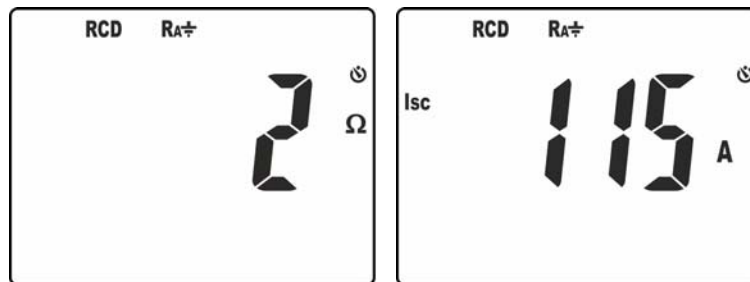

Abb. 22: Ergebnisse der Messung des Gesamterdungswiderstands
9. In der Bildschirmseite in der Abb. 22 – linke Seite, ist der Wert des Schleifenimpedanz angegeben. Drücken Sie die Tasten / oder  zur Anzeige des Werts des voraussichtlichen Kurzschlussstroms **Isc** (siehe § 9.3).